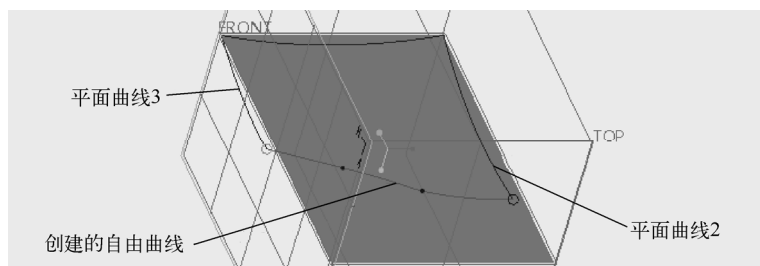

图 7-123 创建自由曲线
3) 按住〈Shift〉键并单击选择平面曲线 2 的端点，接着松开〈Shift〉键分别定义两个内部点，然后按住〈Shift〉键并单击选择平面曲线 3 的端点，如图 7-123 所示。